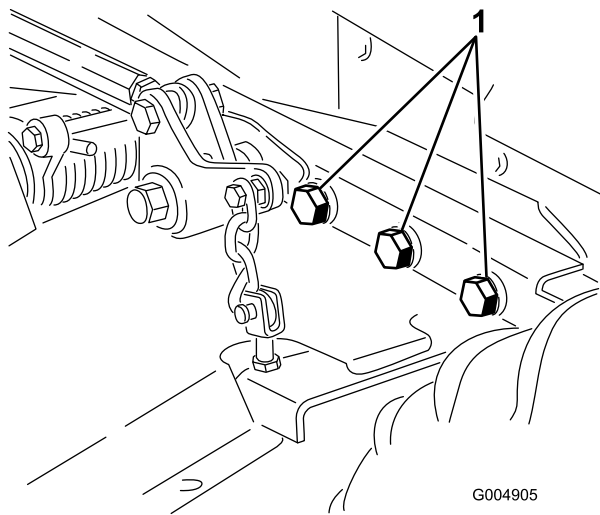

Рисунок 60
5. Проверьте затяжку всех крепежных элементов и при необходимости подтяните их. Затяните 6 болтов крепления рамы деки газонокосилки к тяговому блоку (Рисунок 60) с моментом 359 Н·м.